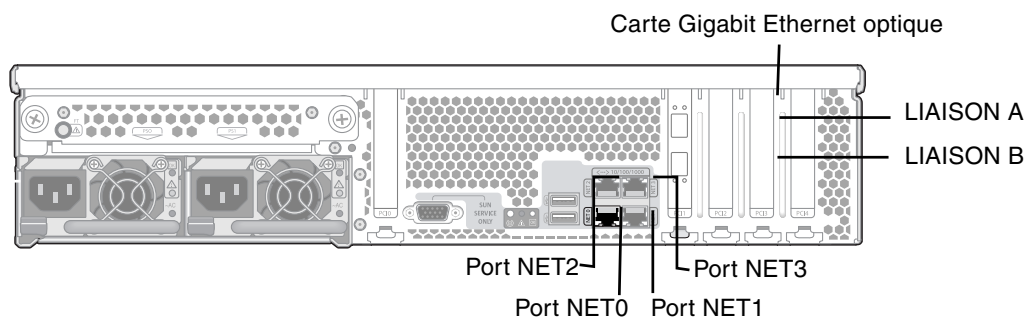

FIGURE 5-42 Ports NIC HA dans une configuration à deux serveurs
Le Sun StorageTek 5320 NAS Gateway Cluster System à deux serveurs est en général configuré avec quatre ports Gigabit cuivre embarqués et deux cartes Gigabit Ethernet à double accès (FIGURE 5-42).
- Connectez un câble Ethernet Cat5 (pour un réseau 100BASE-T) ou Cat5e (pour un réseau 1000BASE-T) entre le LAN et le port NIC NET1, NET2 ou NET3 à l'arrière de chacun des serveurs (voir la FIGURE 5-42 pour l'emplacement des ports NIC).
- Connectez un câble réseau optique du réseau au connecteur Gigabit Ethernet optique supérieur (LIAISON A) et un autre câble réseau optique au connecteur Gigabit Ethernet optique inférieur (LIAISON B) à l'arrière de chacun des serveurs (voir FIGURE 5-42 pour l'emplacement des ports NIC et Gigabit Ethernet optiques).